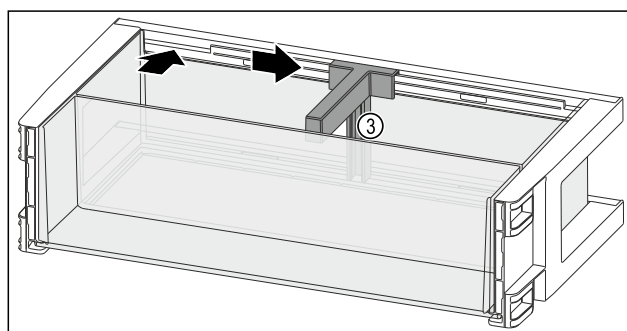

Fig. 119
- Flessenhouder Fig. 119 (3) in de uitsparing plaatsen.
- Flessenhouder Fig. 119 (3) in de gewenste positie opzij schuiven.